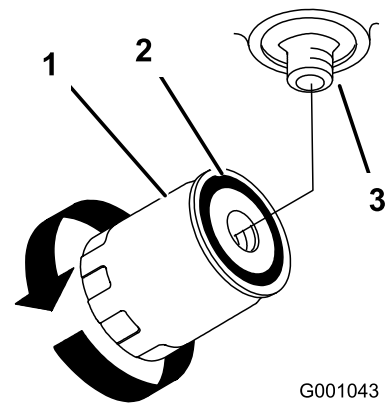

Figura 75
4. Retire el filtro usado y limpie con un paño la superficie de la junta del adaptador del filtro (Figura 75).
6. Instale el filtro hidráulico nuevo en el adaptador del filtro. Gire el filtro en el sentido de las agujas del reloj hasta que la junta de goma entre en contacto con el adaptador del filtro, luego apriete el filtro media vuelta más (Figura 75).